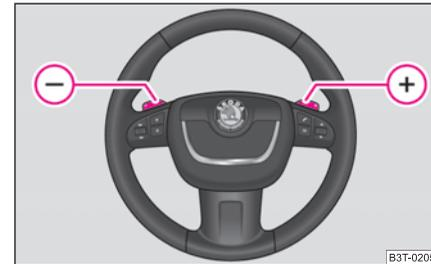

Abb. 136 Multifunktionslenkrad: manuelles Schalten ▶
- Drücken Sie die rechte Schaltwippe $\boxed{+}$ ⇒ Abb. 136 zum Multifunktionslenkrad.
- Drücken Sie die linke Schaltwippe $\boxed{+}$ ⇒ Abb. 136 zum Multifunktionslenkrad.